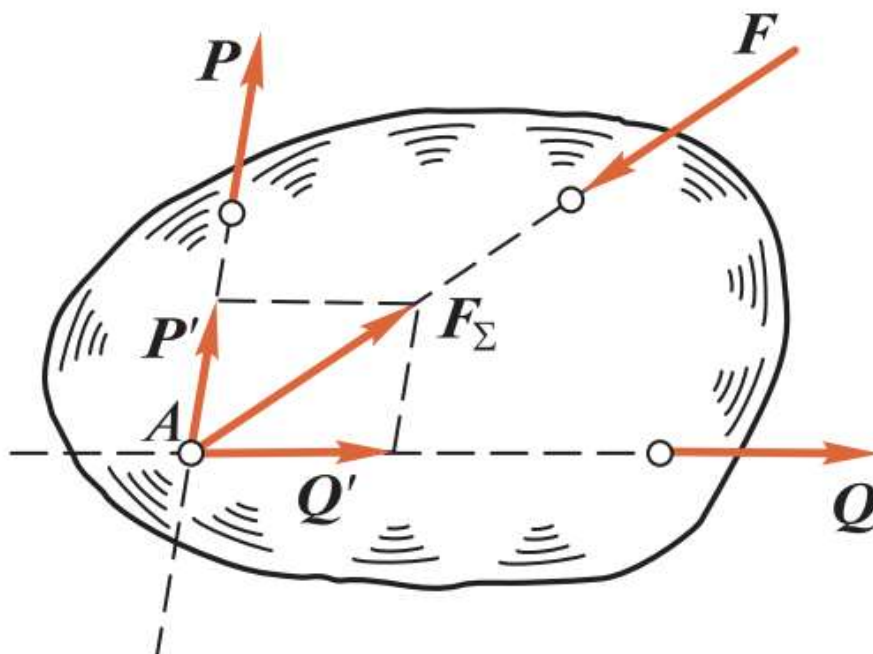

Рис. 1.5
**Теорема.** Для равновесия плоской системы трех непараллельных сил необходимо, но недостаточно, чтобы линии действия этих сил пересекались в одной точке. Пусть даны силы **P**, **Q** и **F**, причем линии действия сил **P** и **Q** пересекаются в точке **A** (рис. 1.5). На основании следствия из аксиом III и IV перенесем силы **P** и **Q** вдоль линий их действия в точку **A** и на основании аксиомы параллелограмма найдем равнодействующую  $F_{\Sigma}$  этих сил.